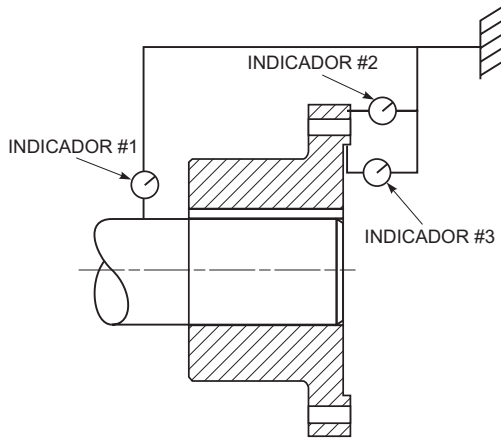

Figura 4
2. Revise la desviación de ambos ejes para asegurarse de que no estén doblados. Consulte la Figura 4.
- b. Monte el cubo al ras con la cara del eje. Deje enfriar el cubo antes de continuar. Consulte la Figura 4.
- c. Verifique que el cubo está correctamente colocado en el eje, luego use indicadores de cuadrante para comprobar la desviación del cubo como se muestra en la Figura 4. Verificar la desviación del cubo asegura que el cubo está correctamente montado y reducirá el movimiento del accionamiento. Asegúrese de que los valores de la desviación no superen los límites enumerados en la Tabla 1. Si la desviación es excesiva, retire el cubo siguiendo las instrucciones de remoción y vuelva a montarlo con cuidado en el eje.